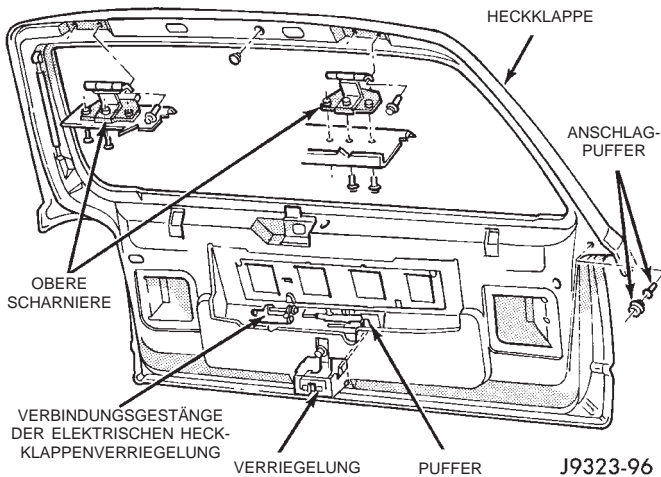

Abb. 62 Bauteile der Heckklappe
- (1) Obere Verkleidung der Heckklappenöffnung (Dachauskleidung) abbauen.
- (2) Kabelbaum der Laderaumleuchte abklemmen.
- (3) Befestigungsschrauben der Scharniere am Dachblech lösen (Abb. 62).
- (4) Befestigungsschrauben der Scharniere an der Heckklappe lösen.
- (5) Scharnier von der Heckklappe abbauen.